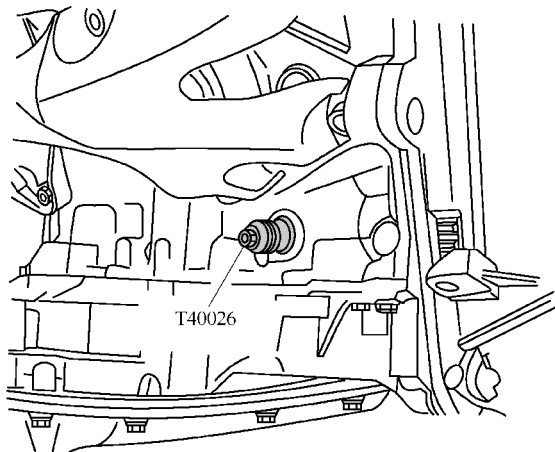

图 1-3-43 把固定螺钉 T40026 拧入拆下的密封塞开孔内
(11) 如图 1-3-43 所示, 拧下气缸体上止点标记的密封塞。必要时略微来回转动曲轴, 把固定螺钉 T40026 拧入拆下的密封塞开孔内, 并拧紧。